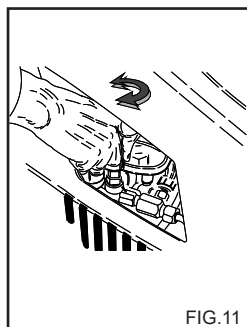

FIG. 11
**Ce chapitre concerne uniquement les modèles munis du dispositif « Régulateur de pression ».** Le dispositif de réglage de la pression, fig. 11, permet de régler la pression de service. Quand on tourne le bouton C dans le sens inverse des aiguilles d'une montre (B) (minimum) on réduit la pression de service.